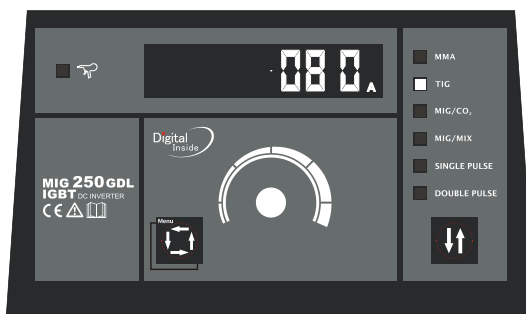

Рис.3: Предустановленный ток в режиме TIG.
- Данные, отображаемые на дисплее в режиме TIG Рис.3.
- На дисплее показан предустановленный сварочный ток 80 Ампер (рис.3)